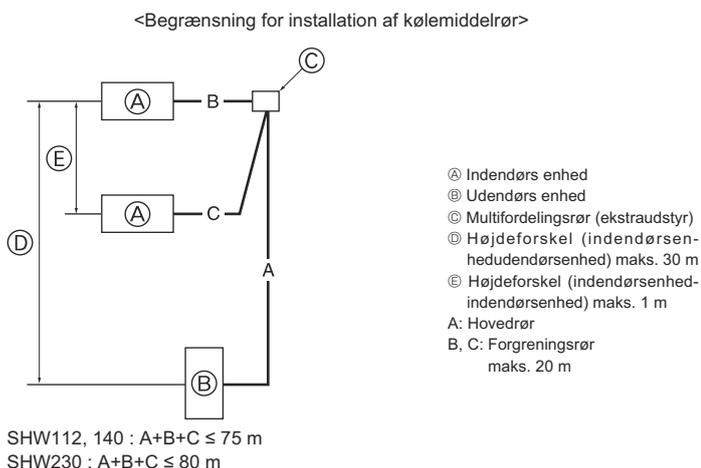

Fig. 4-10
4.8. For dobbelt/tredobbelt/firdobbelt kombination (Fig. 4-10) (kun for klima anlæg)